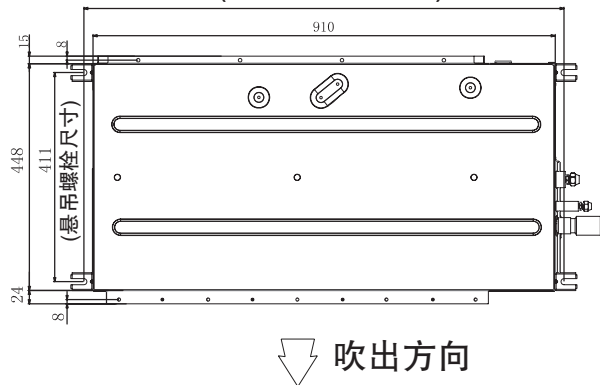

图3 悬吊螺栓 (单位: mm)
- (1) 标示悬吊螺栓位置、制冷剂管连接位置和排水管位置。
(2) 安装尺寸如图3所示。